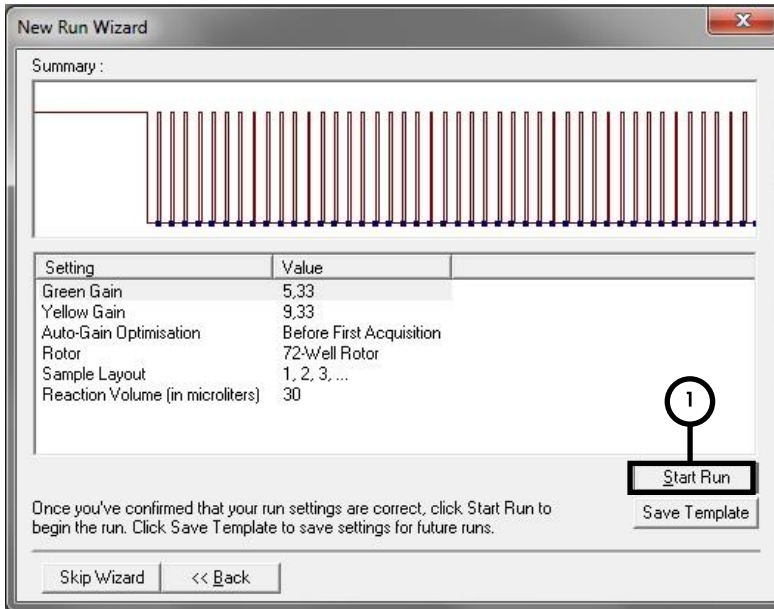

Abbildung 8. Starten des Laufs.
Starten des Laufs	Abbildung 8
11. Die bei der Kalibrierung der Kanäle ermittelten Verstärkungswerte werden automatisch gespeichert und im letzten Menüfenster des Programmierverfahrens aufgeführt (Abbildung 8). Klicken Sie auf die Schaltfläche **Start Run** (Lauf starten).